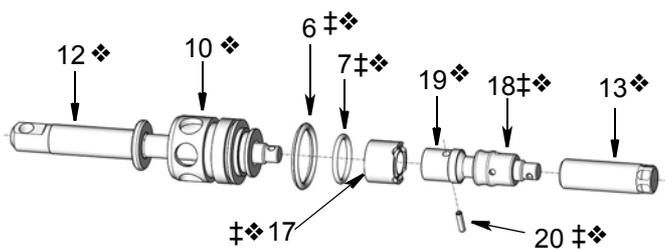

FIG. 21
5. Installare la tenuta dell'aspirazione (17‡❖) sull'asta del piatto premente (12❖) (FIG. 21).
**NOTA:** Se installata correttamente, l'estremità piatta della tenuta dell'aspirazione (17‡❖) toccherà la superficie piana del fermo dell'asta del piatto premente (10❖). L'estremità frastagliata della tenuta dell'aspirazione sarà rivolta verso l'asta del pistone (19).
7. Pulire i filetti dell'asta del pistone (19❖) e dell'asta di allineamento (13❖) con solvente prima di applicare il frenafiletti (FIG. 21).
- Può risultare più facile assemblare le due parti se si blocca l'asta del pistone in una morsa. Quando si blocca l'asta in una morsa, prestare attenzione a non serrare eccessivamente la morsa sull'asta, per non danneggiare quest'ultima o graffiarne la superficie esterna. Fissare in una morsa solo la superficie rientrante dell'asta del pistone (19).
- Se si utilizza una morsa, per evitare che l'asta ruoti durante il serraggio dei due componenti, inserire un perno più lungo della spina elastica (20) attraverso i fori appositi.
9. Avvitare l'asta del piatto premente (12❖) nell'asta del pistone (19❖). Serrare finché i fori dei perni di ciascuna asta (FIG. 21) non sono allineati.
10. Installare la spina elastica (20‡❖) nei fori allineati al punto 6 (FIG. 21).
15. Se la tenuta raschiastelo di tipo ad H (3‡❖) è stata rimossa durante la procedura Smontaggio del gruppo pompante, fase 7, pagina 15, lubrificare la nuova tenuta del kit e installarla sulla base della pompa (2).